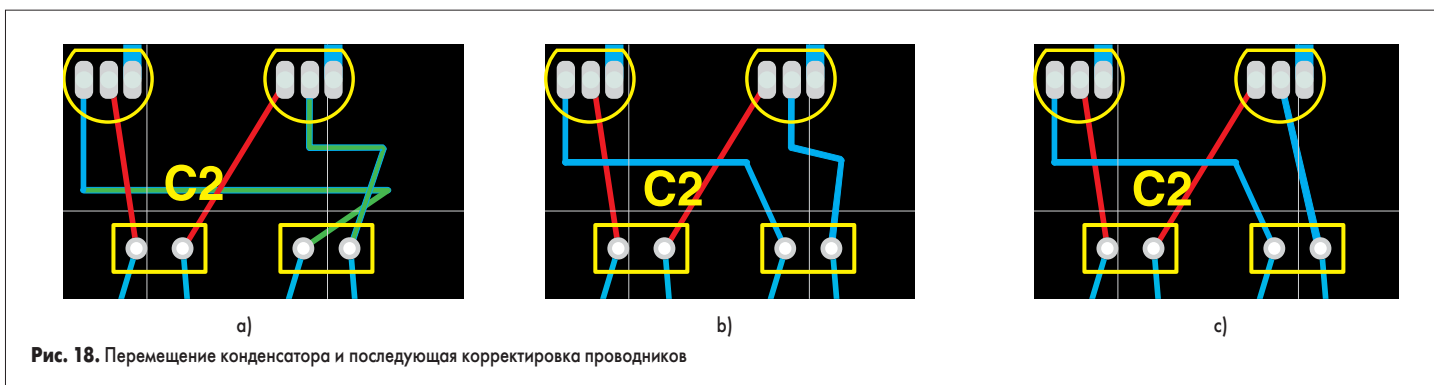

Рис. 18. Перемещение конденсатора и последующая корректировка проводников
- Обратите внимание, что примыкающие к компоненту сегменты проводников будут тянуться за ним. В какой-то момент времени они пересекутся, что вызовет нарушение правила контроля зазоров, и конфликтные сегменты будут подсвечены зеленым цветом (рис. 18а).